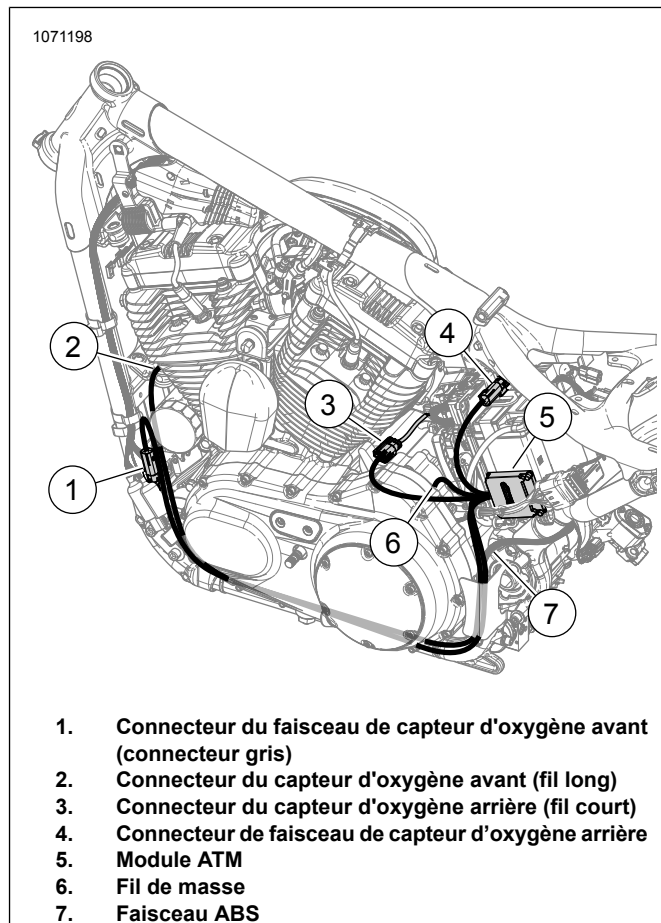

Figure 50. Acheminement du faisceau ATM (emplacement réservé)
12. Voir Figure 50. Poser le module ATM (5).
Voir Figure 50. Acheminer et connecter le fil de masse ATM (6) à la borne de masse **propre**. Serrer à un couple de :